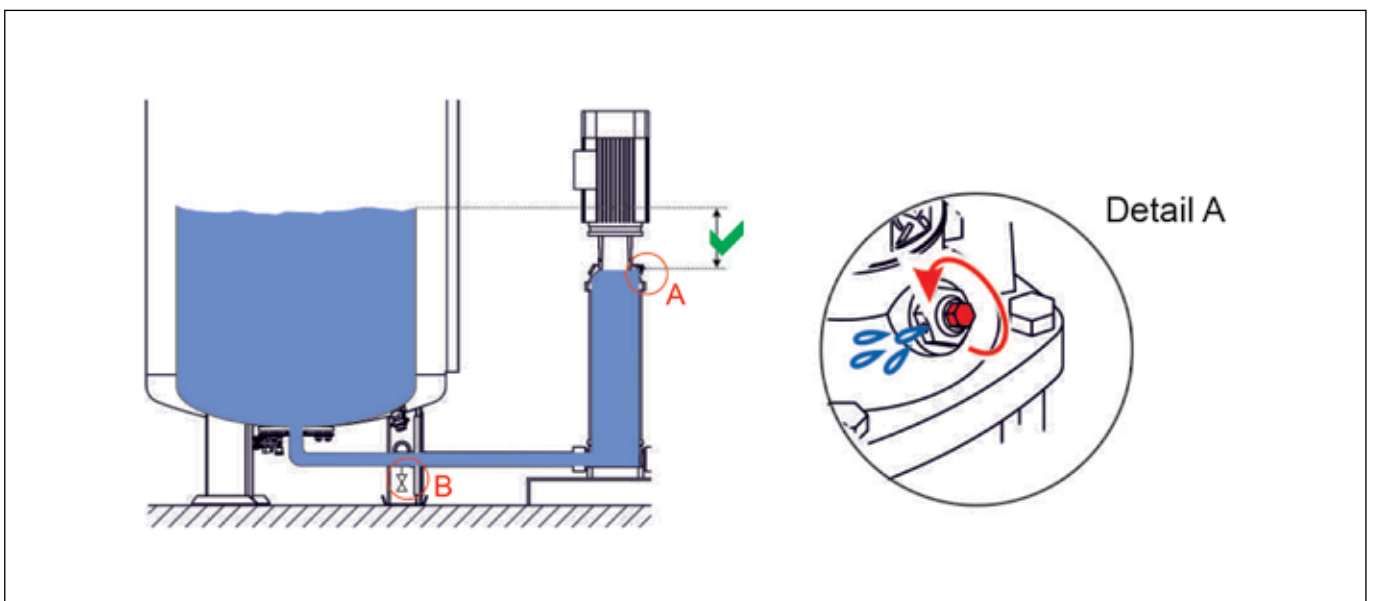

Abbildung 15: Entlüftungsventil an der Druckhaltepumpe
- Bei Geräten ohne eingebautem EMCF Nachspeisemodul ist der Behälter so lange zu füllen (z. B. über den KFE-Hahn in der Überströmleitung am Anschluss des EG-M - siehe Abbildung 15, Detail B), bis am Entlüftungsventil der Pumpe (Detail A) ein kontinuierlicher Strahl des Anlagenmediums austritt. Evtl. vorher den werksseitig eingestellten oberen Arbeitsdruck am Überströmventil reduzieren, falls sonst der Druck in der Anlage zu hoch ansteigt (höher als gewünschter oberer Arbeitsdruck).